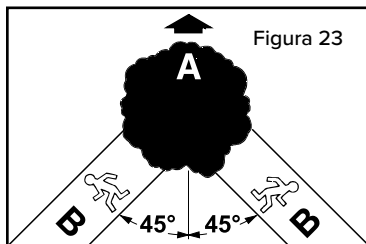

Figura 23
- La via di fuga (B) si trova a un angolo di 45° nella direzione opposta (A) alla direzione di caduta dell'albero (vedi figura 23).
- Assicurarsi che il percorso (B) sia libero da ostacoli.